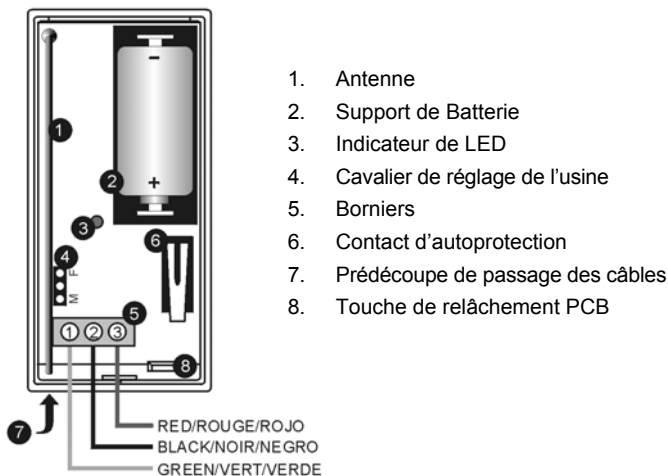

Figure 2: WD861 Émetteur (sans couvercle)
- Défonyez les trous de la découpe des câbles sur le couvercle arrière. voir Figure 2.
- Connectez le câble du détecteur au borniers, comme illustré dans la Figure 2.